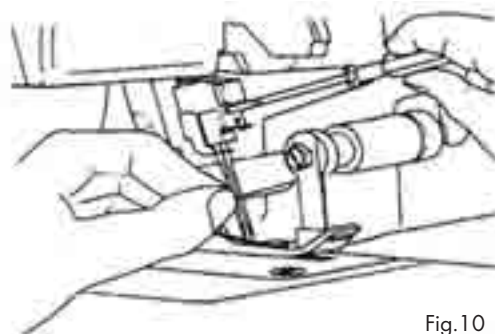

Fig.10
2. Desaperte os parafusos da agulha com a chave de parafusos pequena até que a agulha fique solta (fig. 10).
3. Aperte os parafusos com a chave de parafusos pequena (fig. 10).